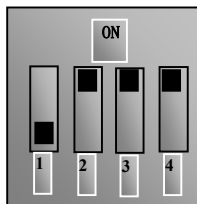

图 5-5
- (6) 对于 E2000-Q 系列 37kW 及以上功率变频器控制端子排附近有一个四位红色拨码开关 SW1，如图 5-5 所示。拨码开关选择模拟量输入端子 AI1、AI2 输入范围（0~5V/0~10V/0~20mA）；通过 F203 选择输入通道。出厂时拨码开关的位置如图 5-5，即 AI1 为 0~10V 输入，AI2 为 0~20mA 输入；其它拨码开关的位置与调速方式详见下表 5-3。